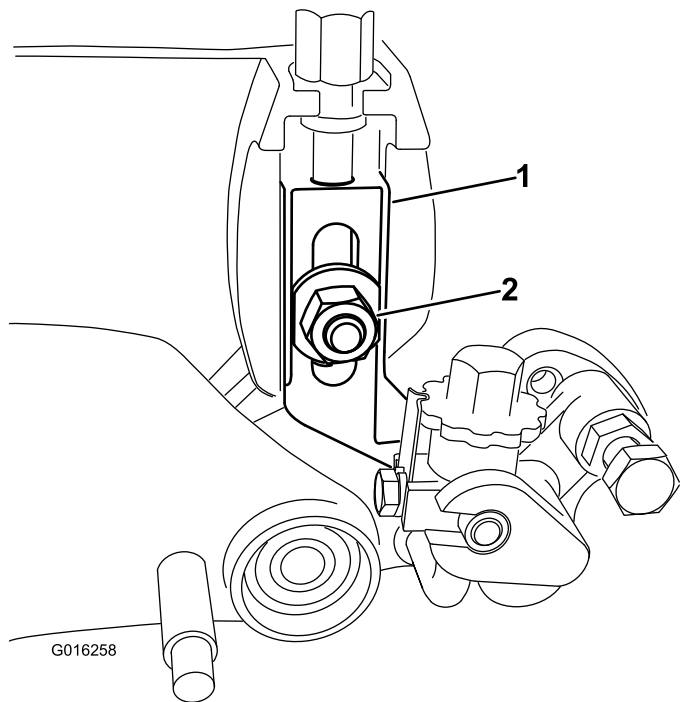

Figura 5
5. Rimuovete il bullone per aratro, il dado e la rondella che fissa il gruppo del braccio dell'altezza di taglio alla piastra laterale (Figura 5).